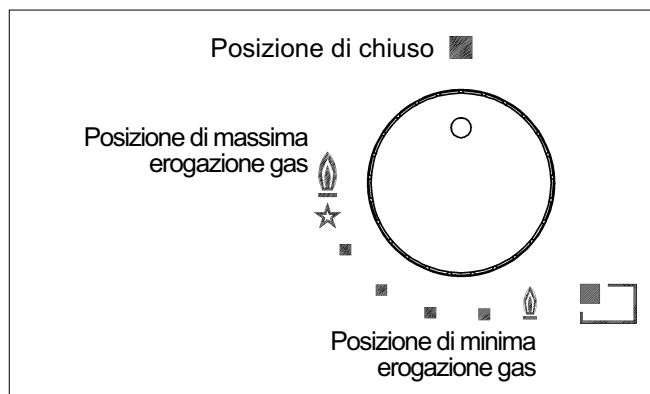

FIG. 1
Premere e ruotare in senso antiorario la manopola corrispondente al bruciatore desiderato fino a raggiungere sulla posizione di Massimo (fiamma grande fig. 1), quindi inserire un fiammifero acceso al bruciatore.
Premere e ruotare in senso antiorario la manopola corrispondente al bruciatore da usarsi, portarla sulla posizione di "Massimo" (fiamma grande fig. 1) quindi premere la manopola a fondo.
Con i bruciatori dotati di termocoppia di sicurezza, si deve ruotare in senso antiorario la manopola corrispondente al bruciatore da usarsi, portarla sulla posizione di "Massimo" (fiamma grande fig. 1) sino ad avvertire un piccolo fermo quindi premere la manopola. Ad accensione avvenuta mantenere premuta la manopola per circa 10 secondi.
manopola in posizione di "Minimo" (fiamma piccola fig. 1).
- ***l'accensione dei bruciatori con termocoppie di sicurezza può avvenire solamente quando la manopola è sulla posizione di "Massimo" (fiamma grande fig. 1).***